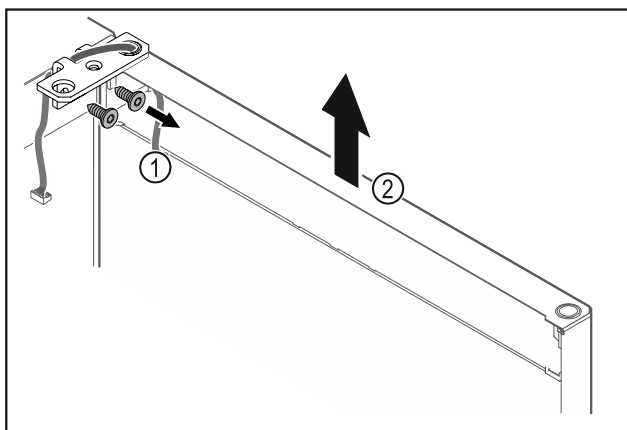

Fig. 24
- Svitare la cerniera angolare Fig. 24 (1).
- Sollevare la porta con la cerniera angolare Fig. 24 (2) di ca. 200 mm verso l'alto in senso orizzontale e rimuoverla.